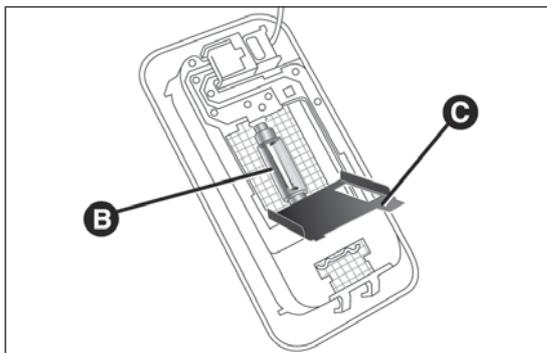

fig. 196
- abrir la tapa C fig. 196 y sustituir la lámpara B, soltándola de los contactos laterales;